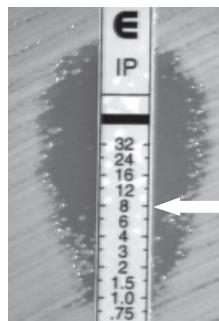

Рис. 21.
- При наличии макрополоний в пределах эллипса ингибиции при тестировании бактерицидных препаратов снимайте отметки всех макрополоний в диапазоне 1—3 мм от тест-полоски (см. **ИНСТРУКЦИЮ ПО УЧЕТУ РЕЗУЛЬТАТОВ ETEST**, рис. 21).